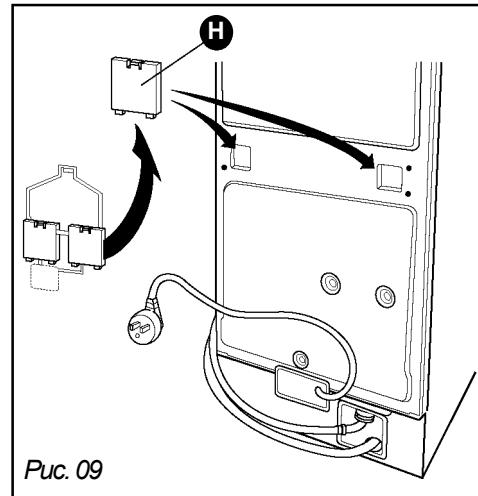

Рис. 09
- Заглушить отверстия от фиксатора, используя две оставшиеся крышки **H** (рис.09) и закрепить их 4 винтами **E** в исходное положение.